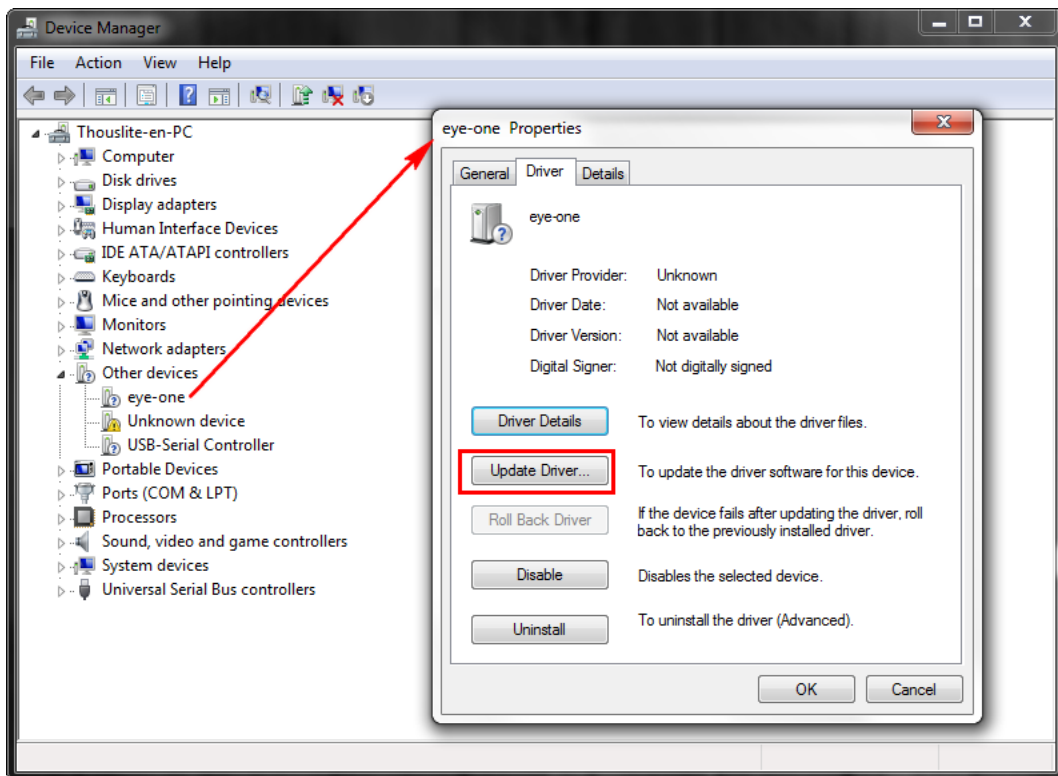

图 3.5. 更新驱动程序
- 右击选择“属性”, 然后选择“更新驱动”, 如图 3.5;